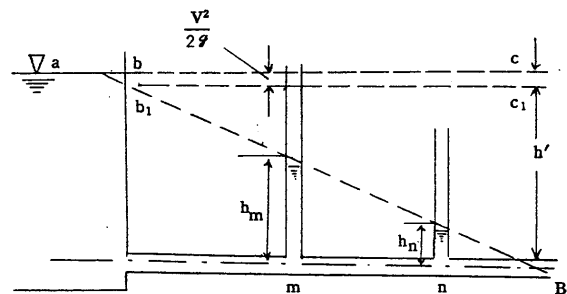

図 8
管路中に(図 8)のようにガラス管を立てたと仮定すれば、水位の状態は初め出口 B を閉塞して水の流出を止めると、ガラス管の各々の水面共水平であって a, b, c 線のようになる。すなわち、静水圧を示す。次に出口 B を開放すると管内の水は流れ始めて流速 (V) を生じる。これと共にガラス管の水面は低下する。ここで、摩擦その